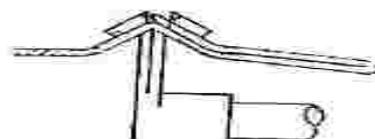

Fig.14-2
B. Per cucire bordo di stoffa di singolo spessore, deporre la stoffa come descritto in Fig.14-2.